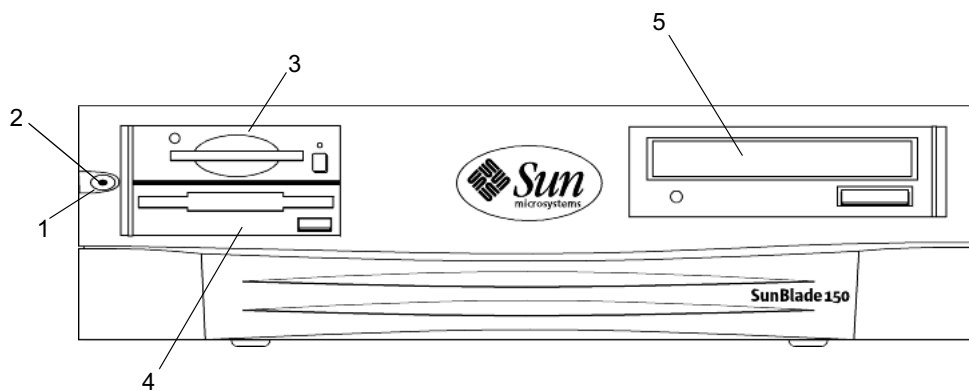

FIGURA 1-3 Pannello anteriore
Il seguente elenco numerato corrisponde alle didascalie numeriche della FIGURA 1-3.
2. **Premere e rilasciare l'interruttore di alimentazione sul pannello anteriore (FIGURA 1-3).**
La spia sull'interruttore di alimentazione si accende dopo l'inizio della procedura di avvio interna (FIGURA 1-3).